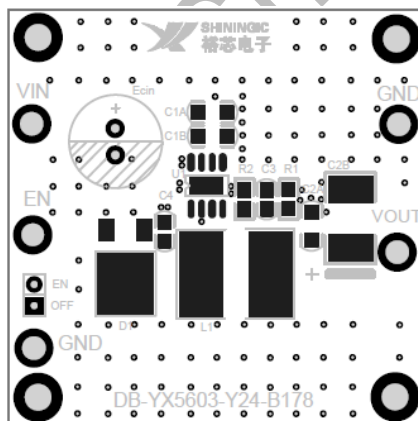

图6: 肖特基用TO252 封装元件
6. 采用 TO252 封装的肖特基二极管(MBR20100DT)使重载散热增强而提高负载，请参考图 6